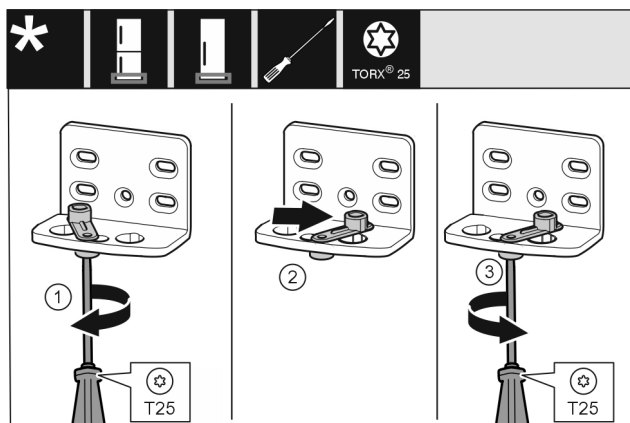

Fig. 15
- Odvijačem labavo uvrnite vijak Fig. 15 (1).
- Podignite pomagalo za zatvaranje vrata Fig. 15 (2) i okrenite ga za 90° nadesno u provrt.
- Odvijačem pritegnite vijak Fig. 15 (3).